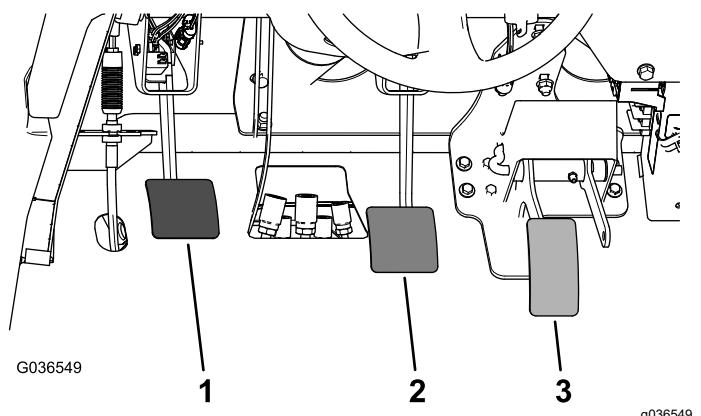

Figure 62
- 2. Soulevez la pédale de frein (Figure 62) jusqu'à ce qu'elle touche le cadre.
- 3. Desserrez les écrous de blocage qui fixent la chape à l'arbre du maître-cylindre (Figure 62).